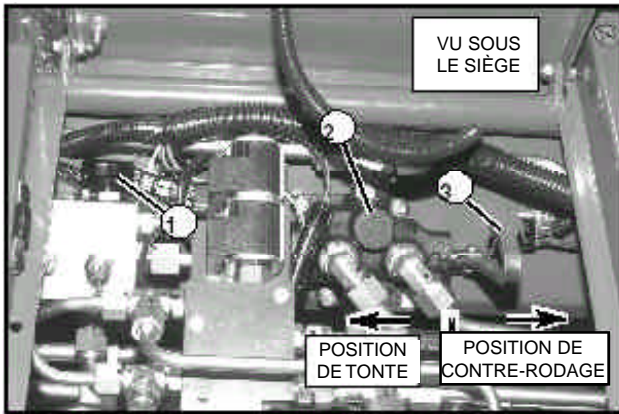

Figure 36
1. Ouvrez la soupape d'étranglement sur la soupape des tambours en tournant le bouton à fond dans le sens anti-horaire (voir fig. 36).
1. Placez le levier de réglage à droite de la position de contre-rodage (voir la fig. 36). Mettez le moteur en marche et placez la manette des gaz au ralenti lent. Baissez les têtes en plaçant la pédale de tonte / soulèvement dans la position de tonte ("mow").